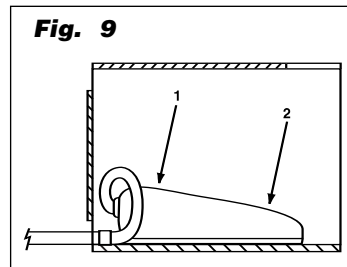

Fig. 9
5.6 Interrupteur à pied (Voir Fig. 9)